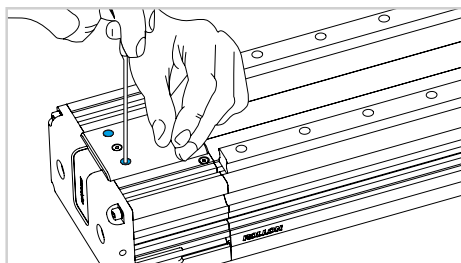

Fig. 4
- 3) Retirer la plaque de la tête folle en desserrant seulement les 4 vis extérieures. (Fig.4).